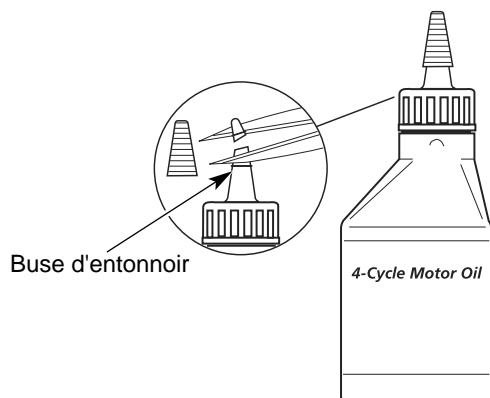

Fig. 16
Votre appareil est livř avec une bouteille d'huile SAE 30 SF, SG, SH de 100 ml (3,4 oz) (Fig. 16).
1. Dřvisser le bouchon de la bouteille d'huile et retirez le papier couvrant l'ouverture. Remplacez le bouchon. Coupez la pointe de la buse d'entonnoir (Fig. 16).